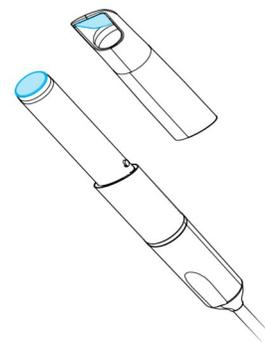

Abbildung 8: Reinigen der Optik an Handstück und Hülse
2. Reinigen Sie die Optik der Handstückhülse mit einer in Alkohol getränkten Schaumstoffspitze (siehe *Abbildung 8: Reinigen der Optik an Handstück und Hülse*, S. 35).
3. Reinigen Sie die Optik des Handstücks (ohne Hülse) mit einer in Alkohol getränkten Schaumstoffspitze (siehe *Abbildung 8: Reinigen der Optik an Handstück und Hülse*, S. 35).